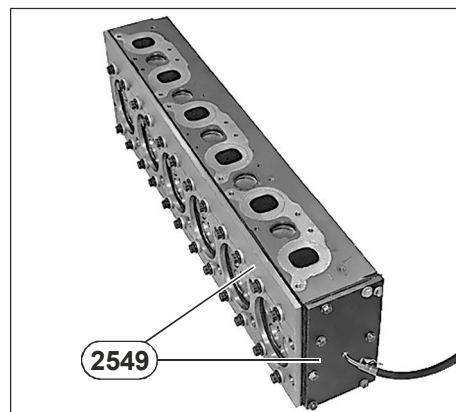

Рис. 57. Проверка головки цилиндров на герметичность.
2. Проконтролировать герметичность головки блока цилиндров перед установкой. Присоединить приспособление **2549** с давлением воздуха в 6 бар, погрузить головку в горячую воду (80° С) и убедиться в отсутствии пузырьков (см. **Рис. 57**).